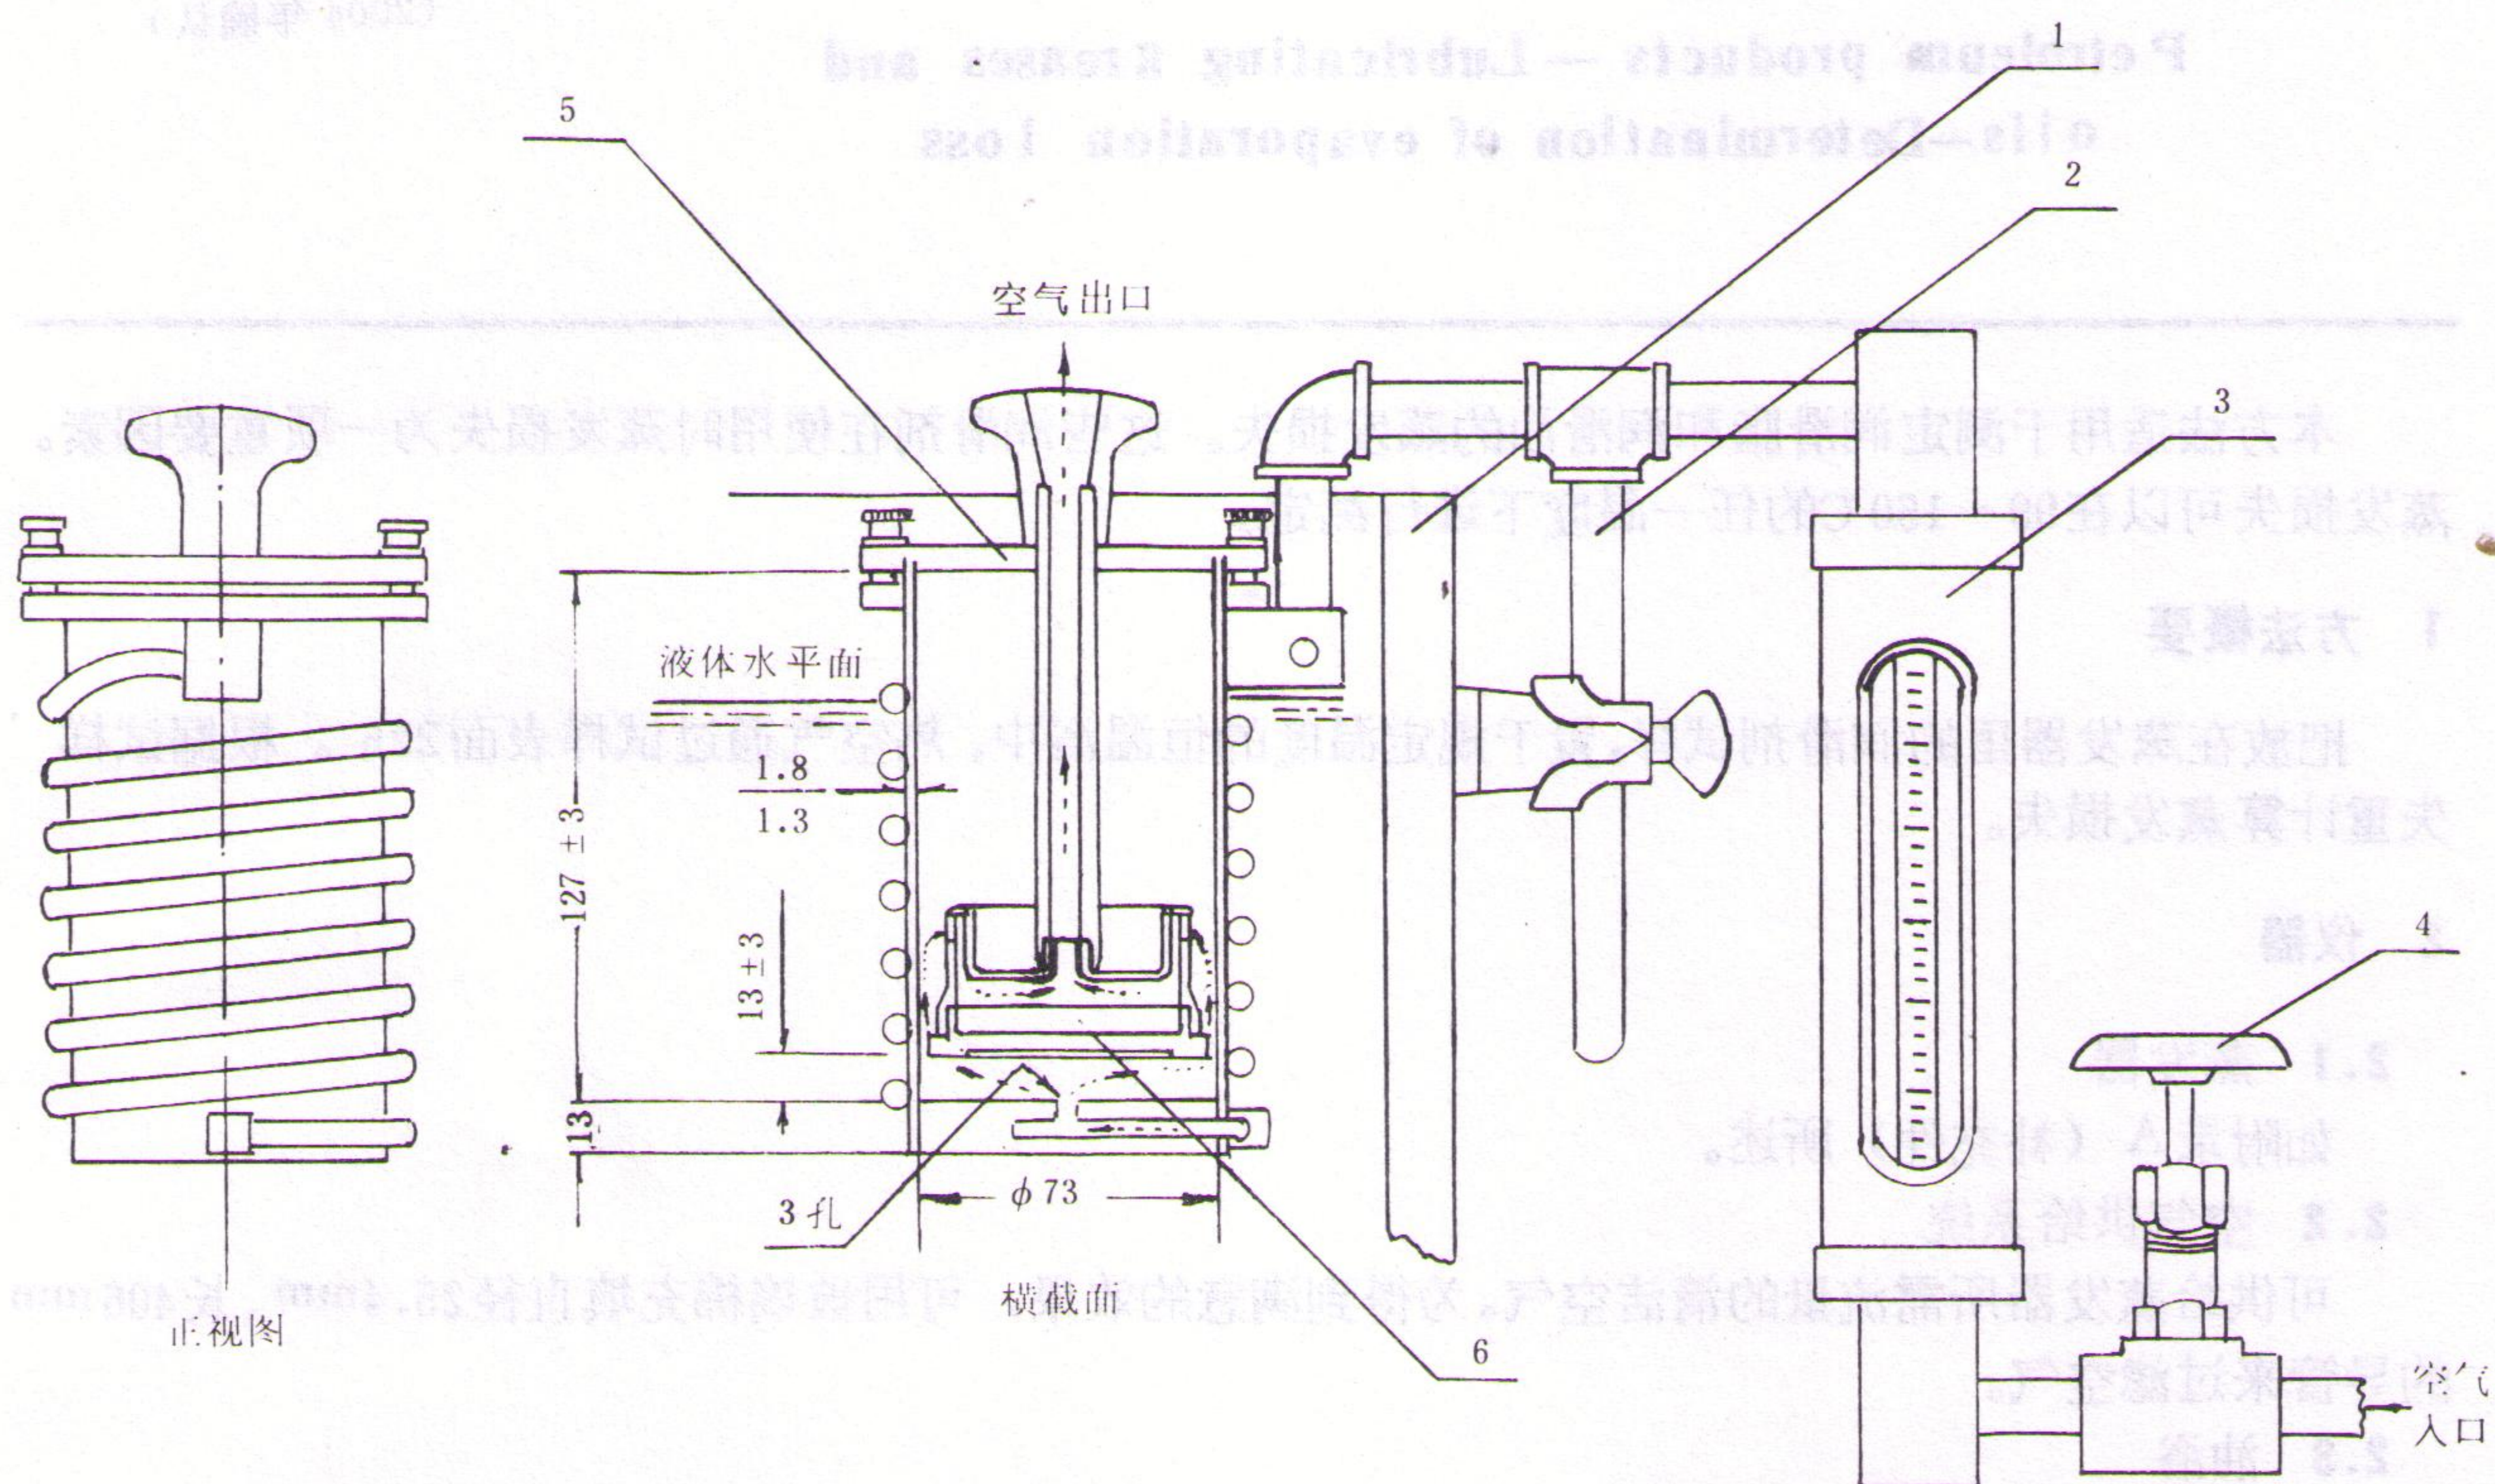

图1 蒸发器及附件
经校正的转子流量计,于15~30℃以 $2.58 \pm 0.02\text{g}/\text{min}$ 的速率供应空气(在标准温度和标准压力下为 $2\text{L}/\text{min}$ )。流量计应如图1所示,装有针形阀。
**3.2** 盖上盖子（不装罩子和试样杯），将蒸发器浸入恒温浴中使其达到试验温度（控制到 $\pm 0.5^\circ\text{C}$ ），如图 1 所示。在开始试验前，让蒸发器在恒温浴中至少保持 30 min，在此期间，使干净空气以规定的速度 $2.58 \pm 0.02\text{g/min}$ （在标准温度和标准压力下为 $2\text{L/min}$ ）流过蒸发器，空气流速通过转子流量计指示。然后取掉盖子，把称量过的罩子和脂杯拧上，再盖上盖子，上紧三个滚花的顶盖，封严螺丝以防空气从盖下漏泄。干净的空气通过蒸发器 $22\text{h} \pm 5\text{min}$ 。